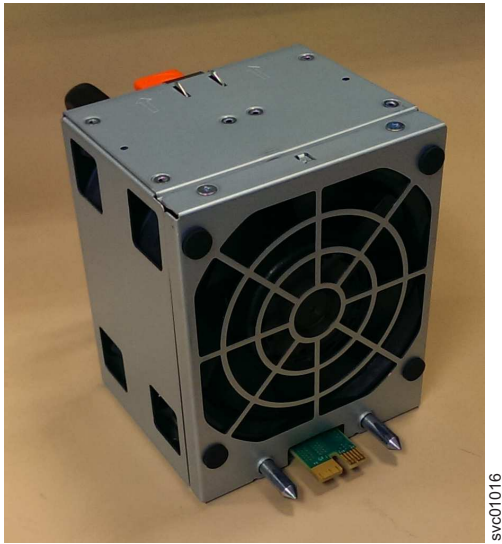

Figure 101. Orientation du module de ventilation
1. Maintenez le module de ventilation avec la patte de déverrouillage sur le dessus et la broche du connecteur sur le bas, comme indiqué dans la figure 101, à la page 105